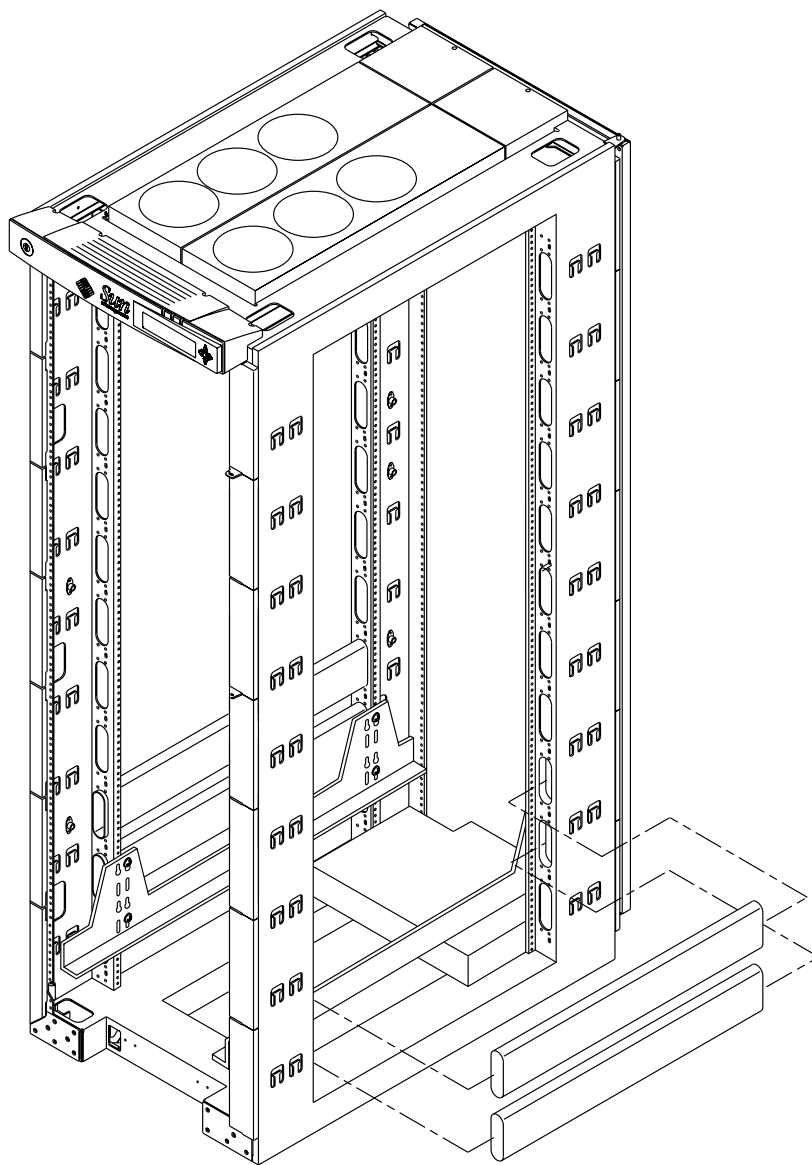

図 3-3 ケーブルレースウェイの取り付け
2. ケーブルレースウェイをキャビネットに斜めに挿入し、キャビネットの背面で、適切なグロメットと合わせます (図 3-3)。